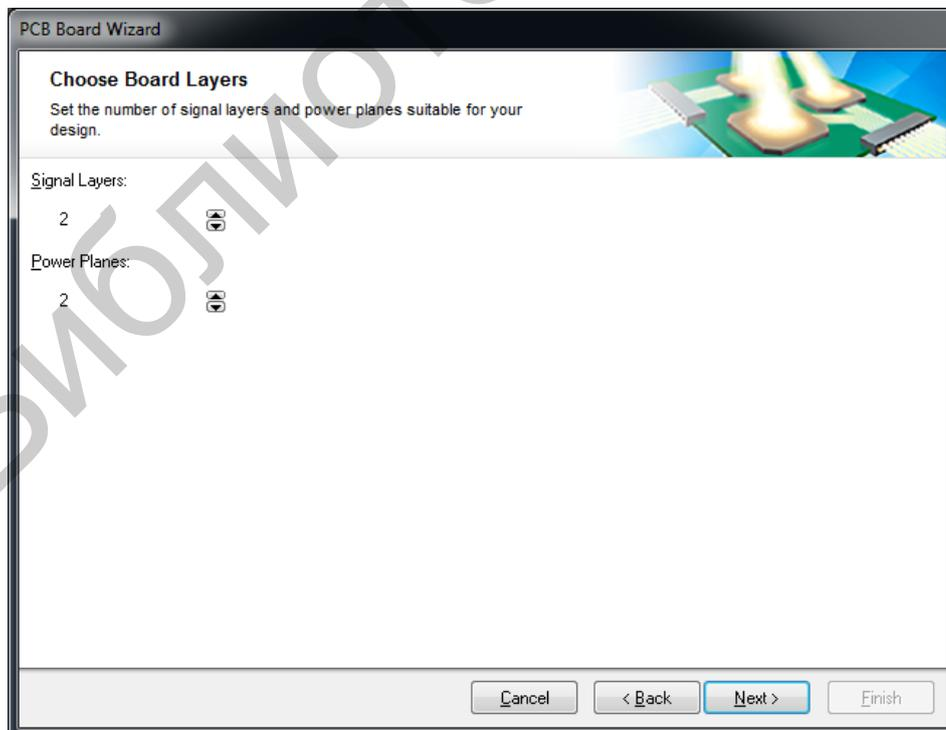

Рис. 59. Послойное определение платы
6. На шаге Choose Board Layers (рис. 59) указывается число сигнальных (Signal Layers) и экранных слоев печатной платы (Power Planes). Необходимые значения назначаются в полях просмотра диалогового окна.